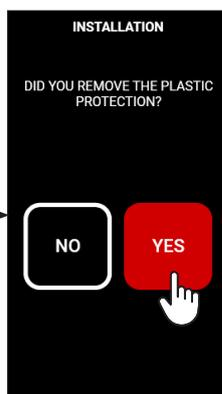

fig.10
- Confermare il messaggio visualizzato a schermo cliccando SI (solo dopo aver rimosso la protezione di plastica) (fig.10);